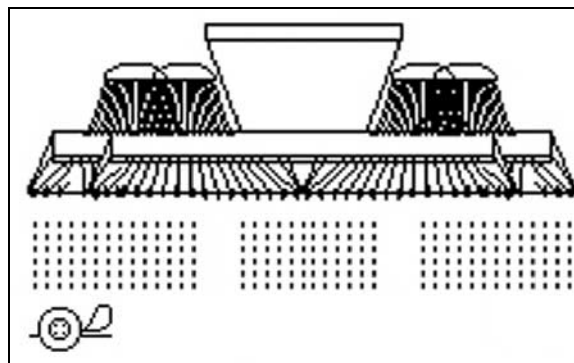

Fig. 60
1.  Scheibenfeld vorwählen (Fig. 60).